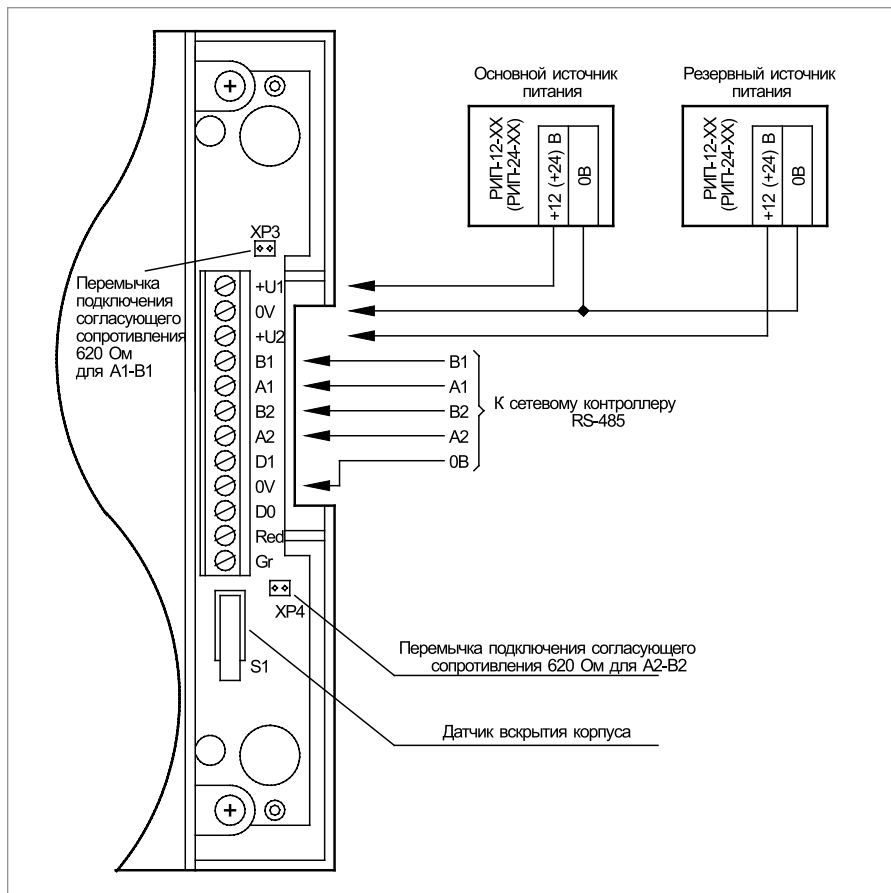

Рисунок 7. Схема внешних соединений блока ПОТОК-БКИ 2RS485
2. Подключение соединительных линий выполняйте в соответствии с проектной документацией и схемой на Рисунок 7.